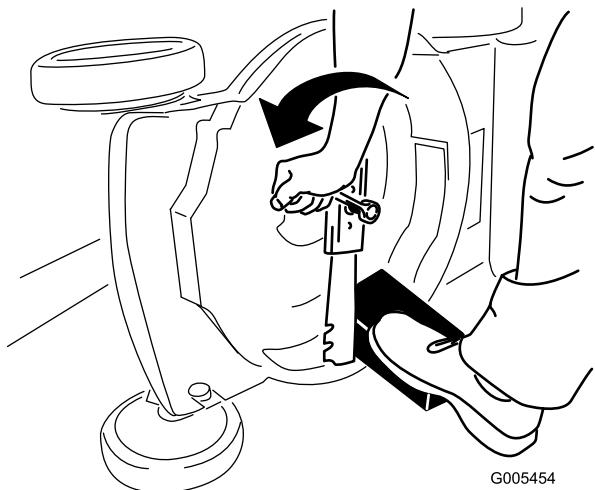

Figura 25
- Utilice un bloque de madera para inmovilizar la cuchilla (Figura 25).
- Retire la cuchilla, conservando todos los herrajes de montaje (Figura 25).